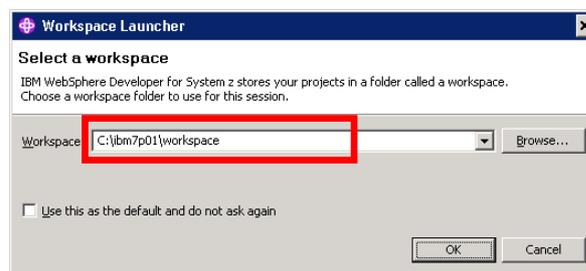

Abbildung 6
2. Anschließend wird gefragt, unter welchem Pfad der Arbeitsbereich (Workspace) angelegt werden soll. Dieser soll in unserem Beispiel unter **C:\ibm7p01\workspace** angelegt werden (Abbildung 6). Anschließend startet mit einem Klick auf **OK** die WDz Oberfläche.